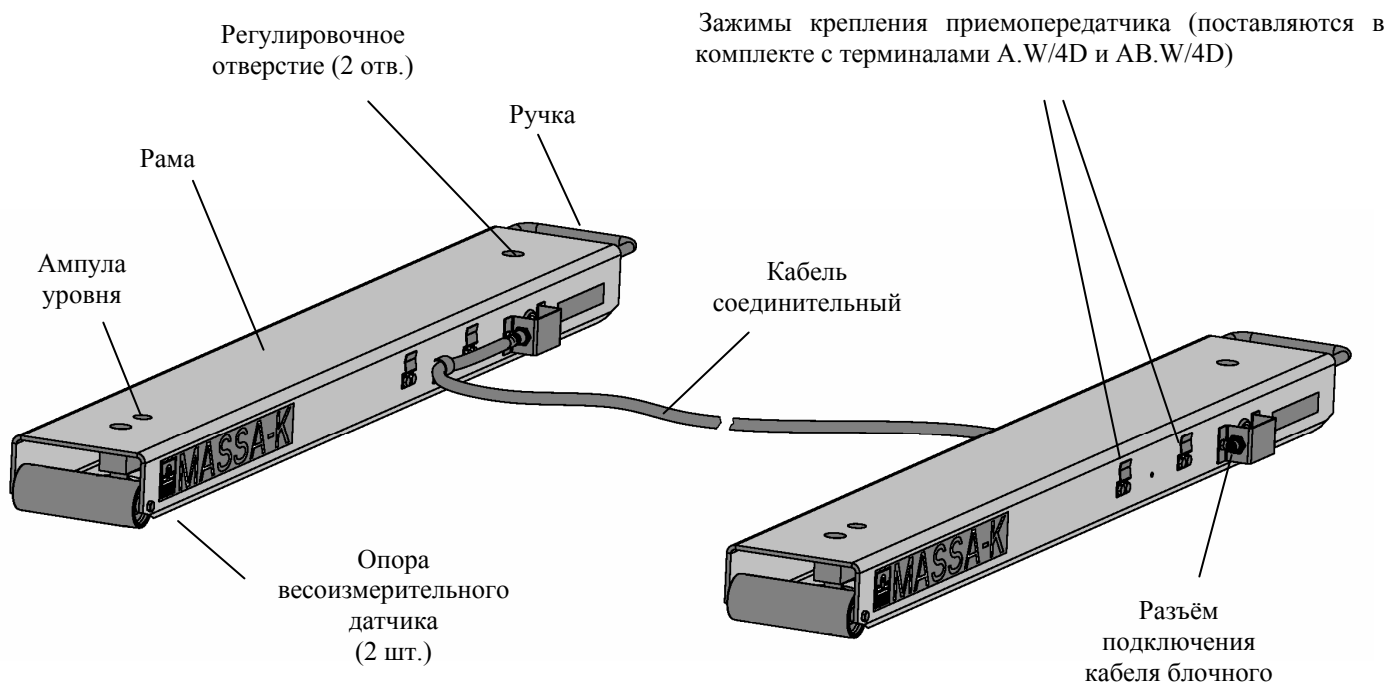

Рис. 4.1 - Модуль взвешивающий 4D-B_
4.1 Модуль состоит из двух однотипных рам с весоизмерительными датчиками (Рис. 4.1).
5.2 Вынуть заглушки из регулировочных отверстий (см. Рис. 4.1). Вкрутить опоры в весоизмерительные датчики. Используя шлицевую отвертку, установить винт каждой из опор вровень с верхней гранью весоизмерительного датчика.
5.5 Подключить к рамам соединительный кабель, Рис. 4.1. Подключить к модулю взвешивающему блочный кабель.